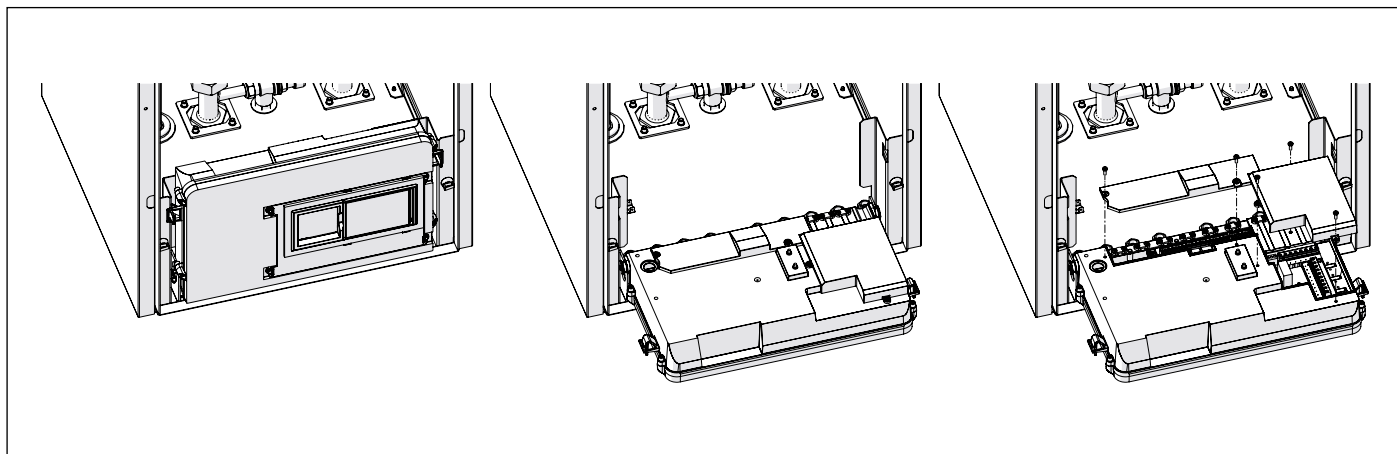

Рис. 32 Распределительная коробка
- Поверните распределительную коробку вперед на 90° (см. Рис. 32 Распределительная коробка).
- Снимите две крышки внешних электрических соединений (А и В), отворачивая винты, которые крепят их к распределительной коробке (см. Рис. 32 Распределительная коробка).